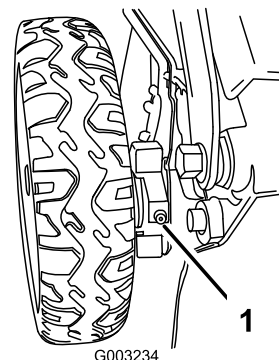

Figure 43
1. Essayez les graisseurs situés juste à l'intérieur des roues arrière avec un chiffon propre (Figure 43).